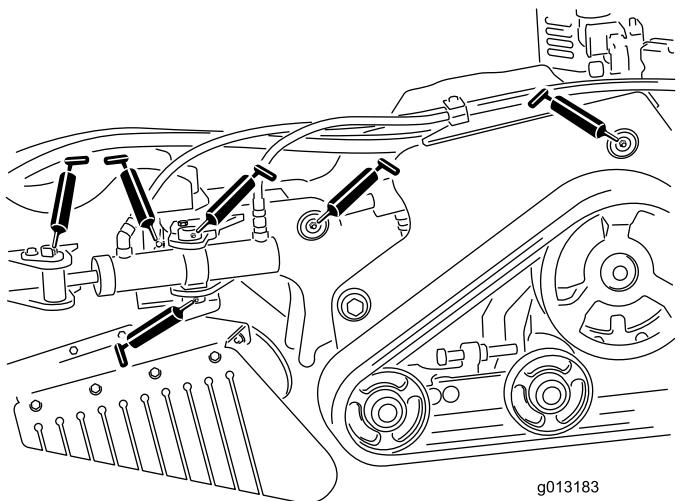
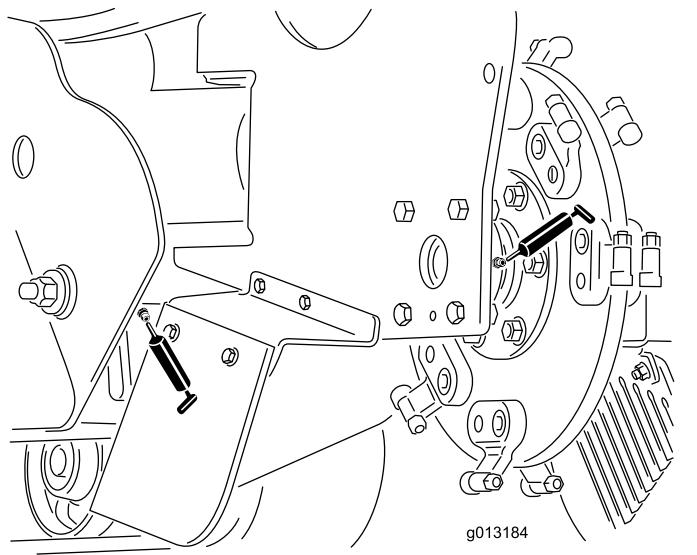

Figura 25
Figura 26
4. Conecte una pistola de engrasar a cada punto de engrase (Figura 25 y Figura 26).